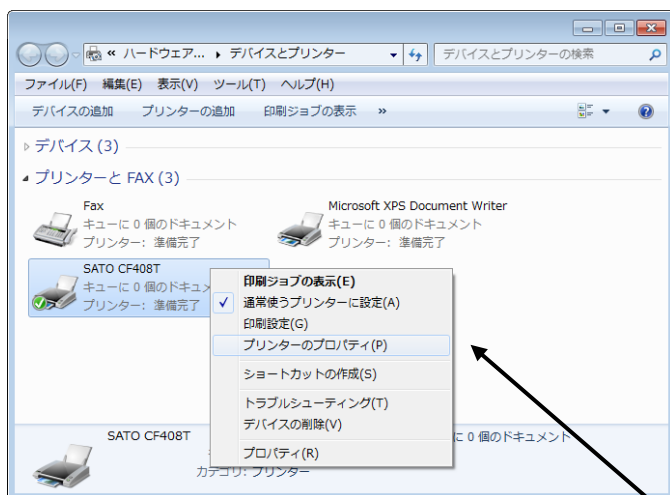
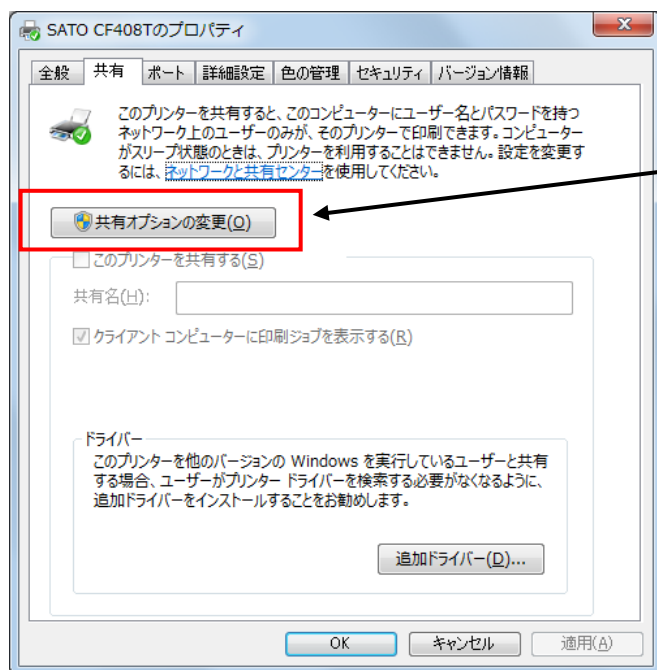

図 1.1.1. 「プリンタフォルダ」画面
図 1.1.2. 「共有」プロパティ画面
指定の方法は、図 1.1.1～図 1.1.2 に示すように「プリンタ」フォルダの中にある、SATO CF408T プリンタを選択し、「プリンターのプロパティ (P)」⇒「共有」タブ選択⇒「共有オプションの変更 (O)」と選択します。
Windows 7 以降の OS でのポートに関する設定変更は、全て**管理者権限**が必要です。管理者権限を取得するには、図 1.1.2 のように「共有」プロパティで「共有オプションの変更(Q)」⇒「ポート」プロパティと選択します。